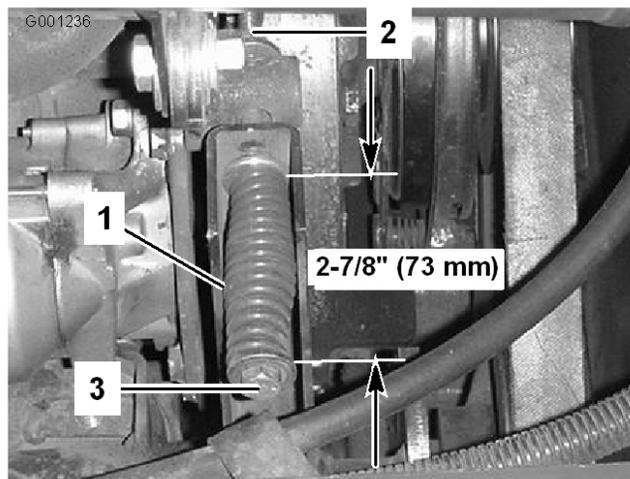

Figura 63
3. Allentate il controdamo dell'asta tendicinghia (Figura 63).
4. Stringete o allentate la molla tendicinghia (Figura 63) utilizzando una chiave da 1/2 poll. Regolate la lunghezza della molla a 73 mm.
4. Allentate completamente la molla tendicinghia (Figura 63) utilizzando una chiave da 1/2 poll.
6. Montate la nuova cinghia della PDF e tendete la molla della puleggia a 73 mm (Figura 63).
7. Serrate il controdamo (Figura 63) e chiudete il cofano.